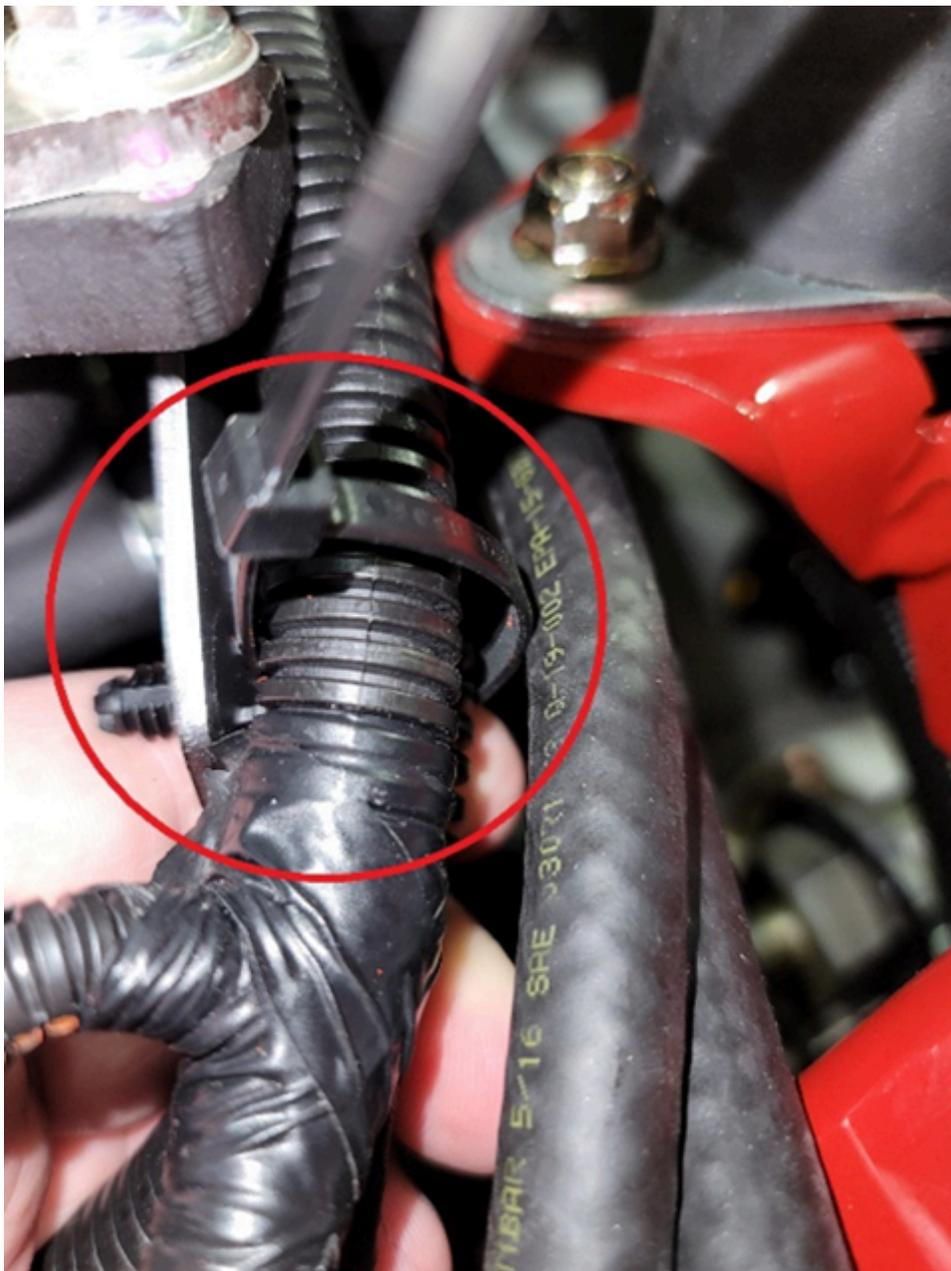

Figura 7
10. Fije ambos arneses de cables al extremo largo del soporte con 1 clip con brida y, a continuación, corte el exceso del clip con brida (Figura 7).